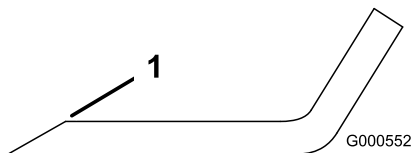

Figure 69
1. Au moyen d'une lime, aiguisez les tranchants aux deux extrémités de la lame (Figure 69).
Remarque: Si la lame est déséquilibrée, limez un peu l'extrémité de l'ailette seulement (Figure 69).